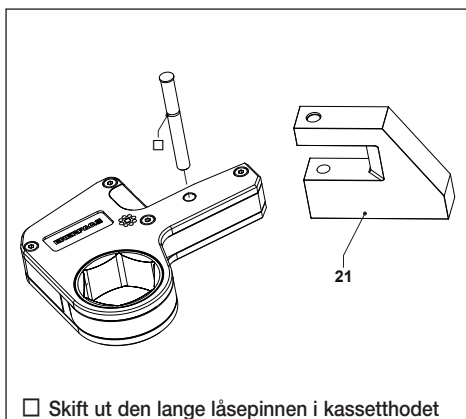

Fig. 7
3.4.1 Feste av WRP-serien reaksjonsplate (fig. 7)
- Monter kassetten i sporet i WRP-seriens reaksjonsplate (21) mens hullene i platen rettes inn i forhold til hullene i kassetten.